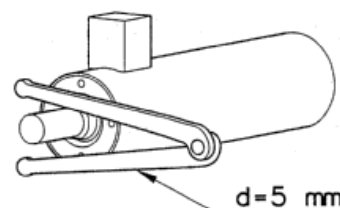

Fig.10
b) Smontare il tappo con apposita chiave a compasso (**Fig.10**) e sfilare lo stelo.